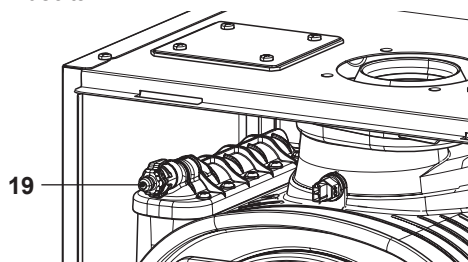

Figura 6.4
- Prima di allentare il raccordo di sfiato scambiatore primario condensante 19 in Figura 6.4 collegare un tubicino di scarico al portagomma per far defluire l'acqua in